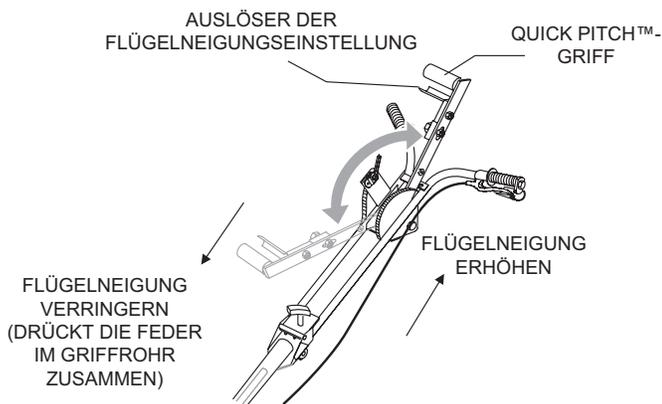

Abbildung 17. Quick Pitch™-Griff
1. Um die Flügel mit dem „**Quick Pitch™**“-Griff (Abbildung 17) nach oben zu neigen, einfach die Auslösersperre zusammendrücken und den Griff zum Bediener ziehen. Wenn der Griff zum Motor geschoben wird, liegen die Flügel flach auf.